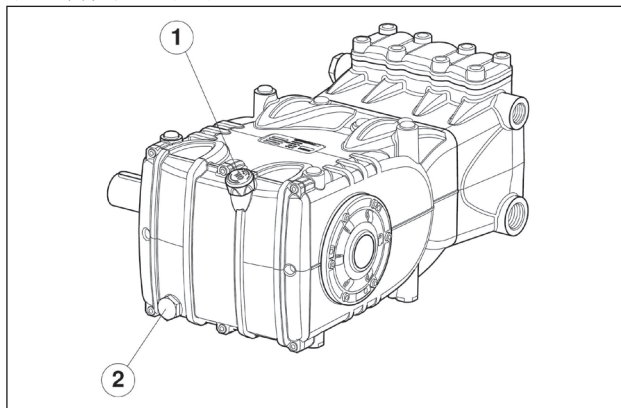

图1
要卸除机油，必须拆除：油位杆（部件号①），然后拆除塞子（部件号②，图1）。